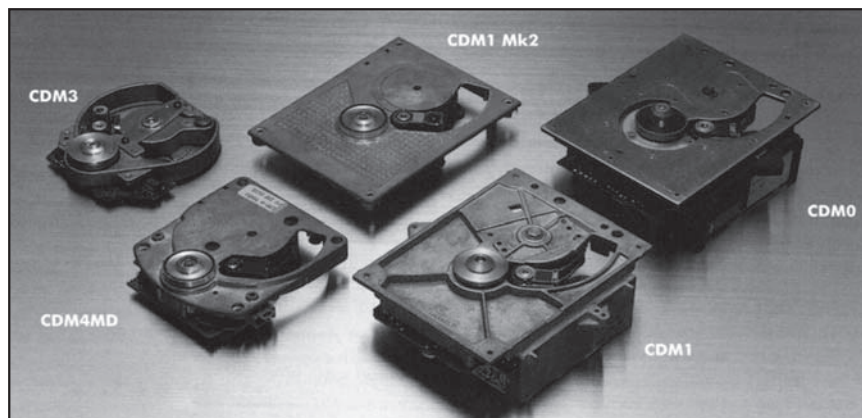

Рис. 2. Внешний вид некоторых приводов CDM, использованных в проигрывателях Marantz
- 5 В/0,5 А (обозначение на рис. 2 — +5VSB), для питания главной платы ТВ в дежурном режиме;
В качестве привода дисков в проигрывателе использован механизм CDM-10M (Part No 392K04500 Mechanism ASSY CDM-10M) фирмы Philips. Приводы дисков семейства CDM широко применялись в звуковой аппаратуре класса Hi-Fi самых различных производителей и нашли применение в большинстве моделей Hi-Fi CD-проигрывателей Marantz. Первый привод семейства CDM0 был применен в рассмотренном в статье [1] автора CD-проигрывателе CD-63 (1982 г.) и ряде других моделей Marantz. На рис. 2 показан внешний вид некоторых приводов CDM, использованных в CD-проигрывателях Marantz.